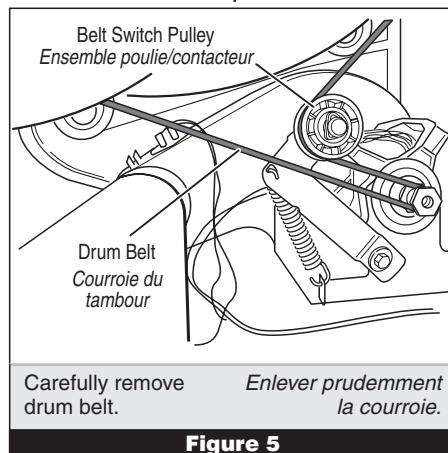

Figure 5
5. Check the belt switch and drive motor. Access the belt switch and drive motor by removing the back panel. See page 16. Carefully remove the drum belt from the spring-loaded belt switch pulley, gently letting the belt switch pulley down. See figure 5.
5. Contrôler le contacteur de la courroie et le moteur d'entraînement. Ôter le panneau arrière pour accéder au moteur d'entraînement et au contacteur de la courroie. Voir page 16. Séparer prudemment la courroie de l'ensemble poulie/contacteur chargé par ressort; laisser l'ensemble poulie/contacteur descendre doucement. Voir la figure 5.